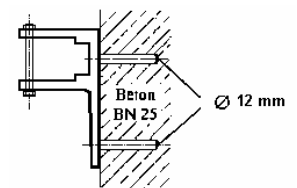

Bild 2a Wandmontage
4. Die Befestigungslöcher der linken oder rechten Konsole anzeichnen, dazu die Konsole als Schablone benutzen und mit einem **12 mm-Steinbohrer ca. 115 mm tief bohren. (Bild 2a und 2b).**
8. Die Markise in die Konsolen hängen, seitlich ausrichten und gegen Herausfallen durch Einsetzen und Anziehen der Sicherungsschrauben an den Konsolen sichern. (**Bild 2a 2b**)